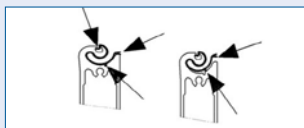

Abb. 3.2.1
- Legen Sie die Paneele in den Aufbau, so dass das Toppaneel mit der Topdichtung unten liegt. Die Gelenkdichtung muss dabei an der Paneele (Abb. 3.2.1) und die V-förmige Dichtlippe an der Profilkante festanliegen.